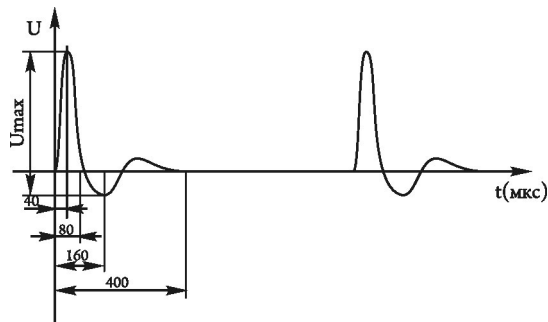

Рис. 2 Форма и временные характеристики выходных импульсов.
- 2.5. Форма и временные характеристики выходных импульсов приведены на рис.2.